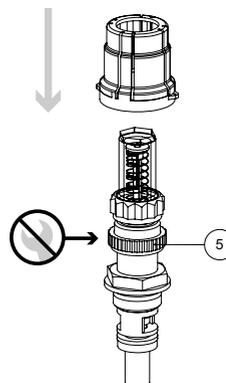

Fig. 5
- posizionare la ghiera di memorizzazione (5) in battuta ruotandola in senso antiorario e riposizionare il cappuccio (vedi Fig. 5),